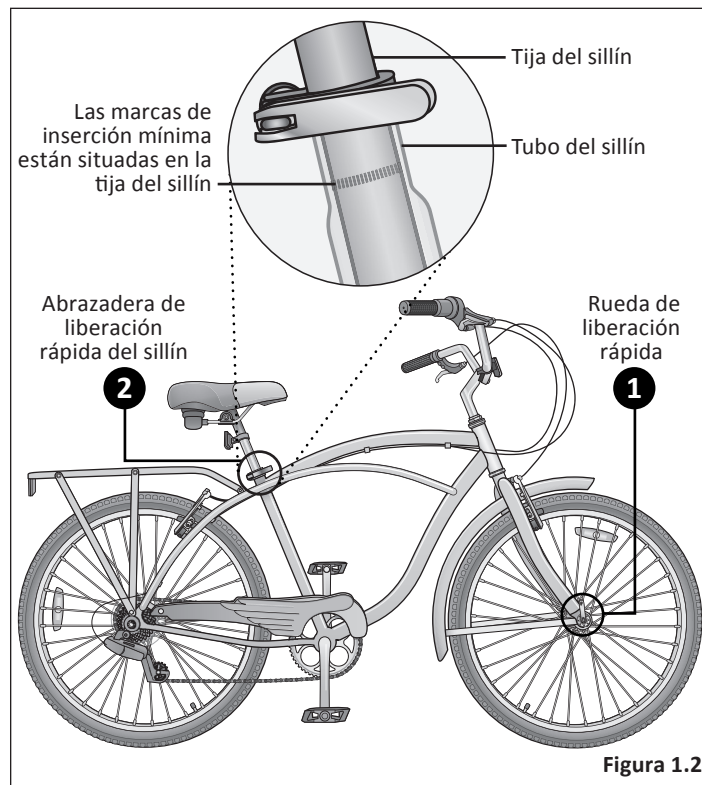

Figura 1.2
- 1 Algunas bicicletas vienen equipadas con palancas de liberación rápida para la rueda delantera. Las ruedas deben estar firmemente bloqueadas. Asegúrese de que la palanca de liberación rápida de la rueda esté firmemente bloqueada en su lugar. **Figura 1.2**
- 1 Sus piernas deben estar casi completamente rectas cuando el pedal está en la posición más baja, con sólo una leve curva en la rodilla. **Figura 1.2**